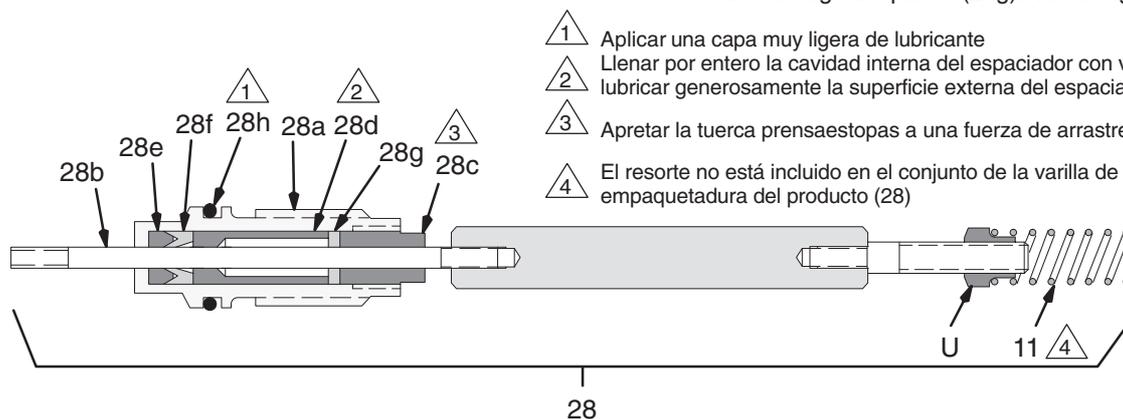

Fig. 24
Si se compran las piezas por separado, montarlas como se indica a continuación y como se ilustra en la Fig. 24.
2. Llenar por entero la cavidad interna del espaciador (28d) con vaselina (28b), en la dirección que indica la Fig. 24. Aplicar generosamente vaselina en la varilla del producto.
3. Colocar la empaquetadura del producto (28f), la empaquetadura de la aguja (28e), y el alojamiento (28a) en la varilla del producto (28b) como se ilustra en la Fig. 24.
6. Instalar el conjunto de la varilla de empaquetadura del producto (28) en el cañón de la pistola. Utilizando la llave para tuercas hexagonal de 9 mm (79), apretar el montaje hasta que esté firme, luego verificar el arrastre de la varilla del producto.
7. Cerciorarse de que el resorte (11) esté instalado en la tuerca (U) como se muestra en la Fig. 24.